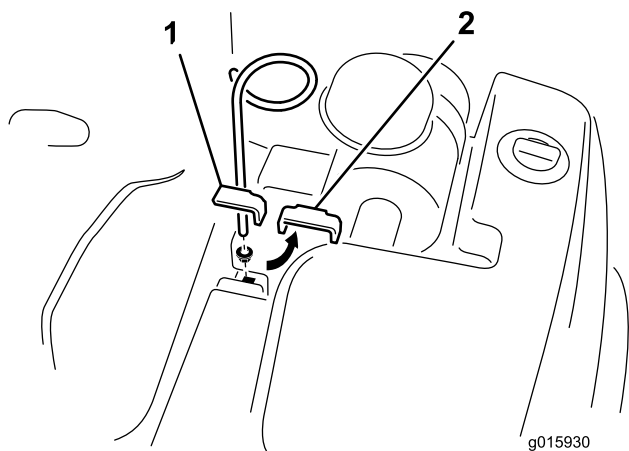

Figura 13
1. Retire el perno, la arandela y la tuerca que sujetan la abrazadera superior del depósito hidráulico al bastidor (Figura 13). Retire y deseche la abrazadera, el perno, la arandela y la tuerca.
2. Instale la guía de las mangueras con la tuerca con arandela prensada suministrada. Posicione la guía de las mangueras según se muestra en Figura 13.